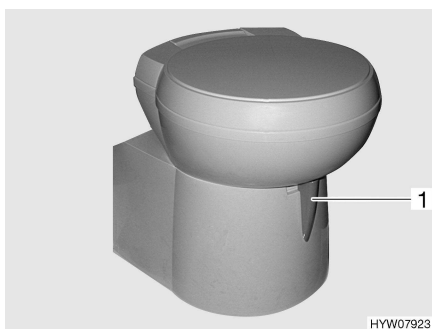

Fig. 110 Tazza del WC Thetford (orientabile)
- Prima di tirare l'acqua, aprire il cursore della toilette Thetford. A tal fine girare la leva del cursore (Fig. 110,1) in senso antiorario.
- Ruotare la leva del cursore (Fig. 110,1) in senso orario. Il cursore viene chiuso. Per svuotare il cursore **deve** essere chiuso nella toilette Thetford.